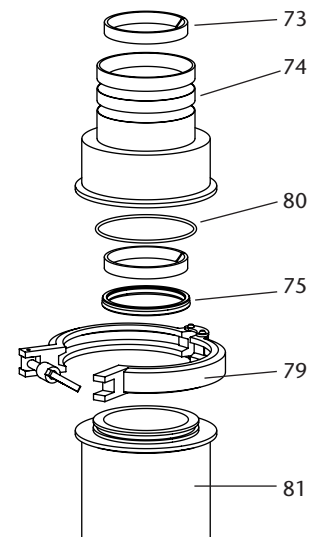

Abb. 11
7. Entfernen Sie die Schelle (79) von der Dichtungshalterbuchse (74) (Abb. 11).
8. Entfernen Sie vorsichtig die Dichtungslagerbuchse (74) aus dem Materialauslasskörper (81). Achten Sie besonders darauf, nicht mit etwas gegen den Vorbau (78) zu schlagen.
9. Entfernen Sie den Kragen (75), die Führungen (73) und die Dichtung (80).